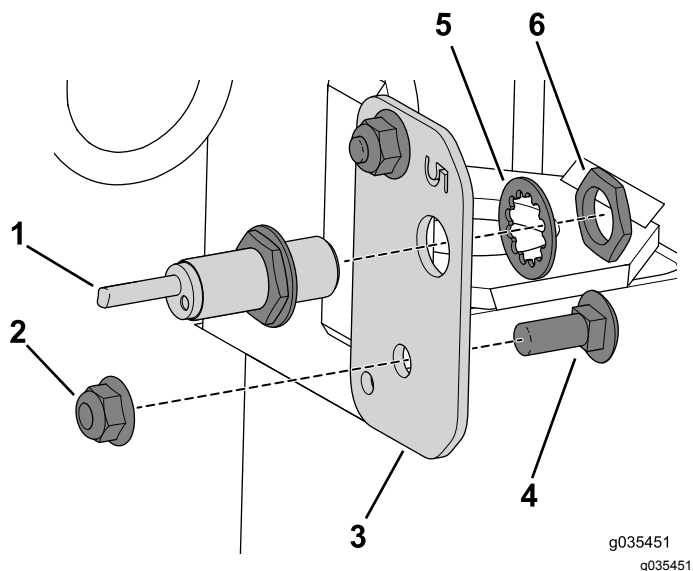

Figura 18
3. Utilizzate il bullone a testa tonda (3/8 x 1 poll.) e il dado flangiato per fissare la piastra del sensore di sinistra alla macchina (Figura 18).
4. Utilizzate il dado di fissaggio e la rondella per fissare il sensore di prossimità in dotazione con il kit alla piastra del sensore di sinistra (Figura 18).